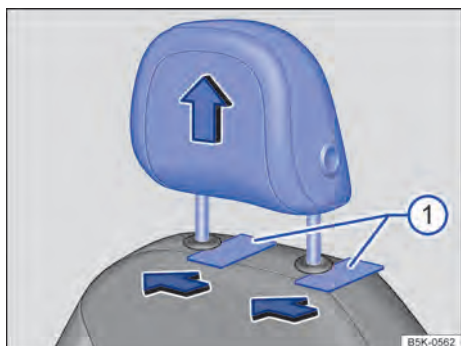

Fig. 40 Apoio para cabeça dianteiro: remover
- Para desbloquear, empurrar um objeto chato, por exemplo, cartão de plástico, entre o revestimento do encosto do banco e as capas de cobertura das barras guia do apoio para cabeça → Fig. 40 ①, enquanto uma segunda pessoa puxa totalmente para baixo o apoio para cabeça. Dependendo da versão, pode ser suficiente destravar somente a barra guia esquerda.